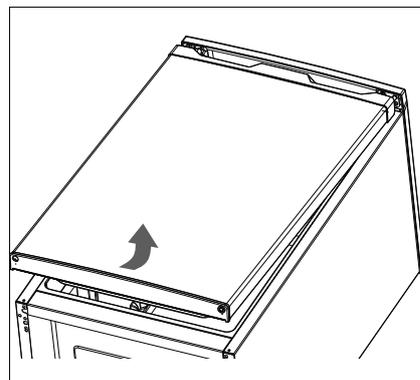

Fig. 4
- ▶ Løft fryseskabsdøren (4) let og træk fryseskabsdøren ud af den øverste hængselstap (fig. 4).
- ▶ Stil fryseskabsdøren (4) til side sikret mod væltning, på et blødt underlag for at undgå ridser.